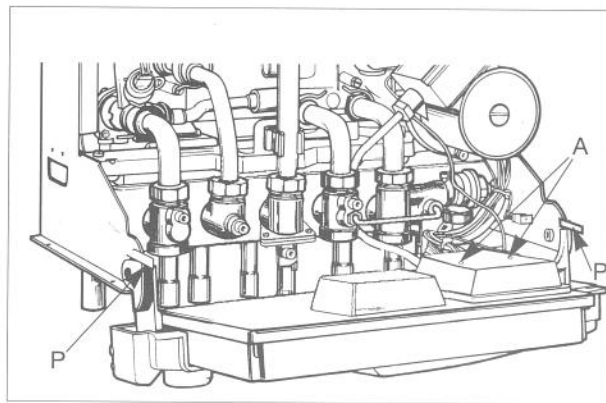

Fig. 11
- Svitare le due viti "A" (fig. 11) di fissaggio del coperchio di protezione dei raccordi elettrici,